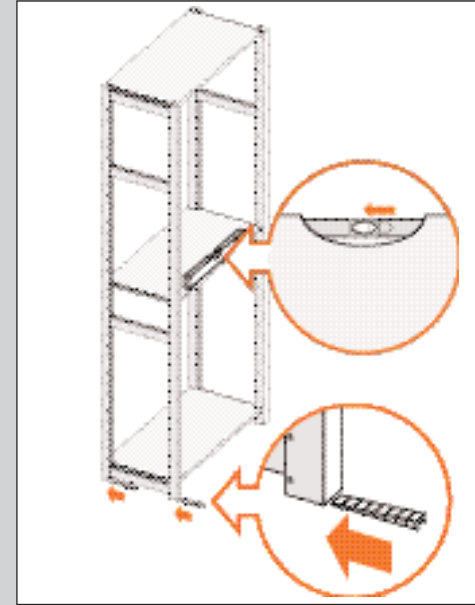

ABBILDUNG 26
3. Legen Sie die Wasserwaage auf den mittleren Fachboden und setzen Sie ggf. Keile unter den Ständer. Achten Sie darauf, dass der Fachboden richtig auf den Tragstiften aufliegt (siehe Beispielaufstellung in Abb. 26).